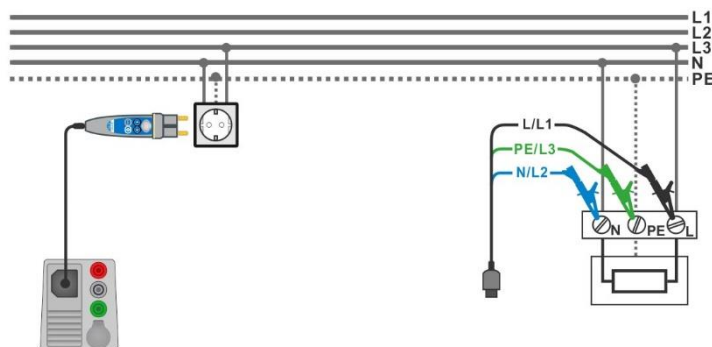

Figura 7.95: Conexión de la Clavija *Commander* y una punta de prueba de tres hilos
- Conecte las puntas de prueba de 3 hilos o la Clavija *Commander* al objeto a prueba (vea la **Figura 7.95**).